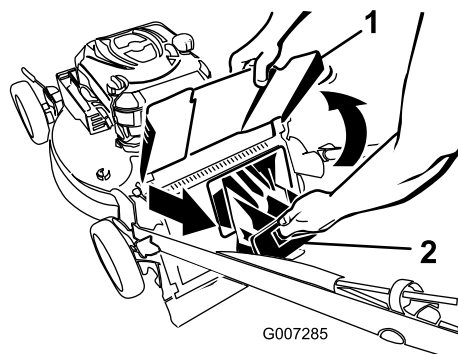

Figura 23
2. Levante y sujete el deflector de descarga trasera (Figura 23).
3. Saque el tapón de descarga trasera (Figura 23).
4. Instale el tapón de descarga trasera (Figura 23).